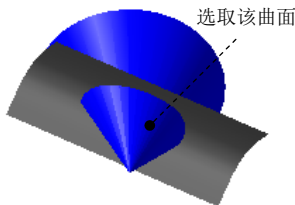
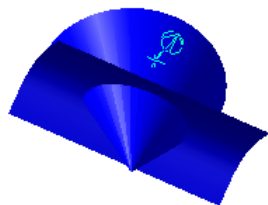

图 5.3.20 选取曲面
图 5.3.21 定义保留部分
(1) 在图 5.3.20 所示的曲面上单击，此时系统出现“保留箭头”，拖动鼠标将“保留箭头”移动到图 5.3.21 所示的位置，再次单击鼠标。